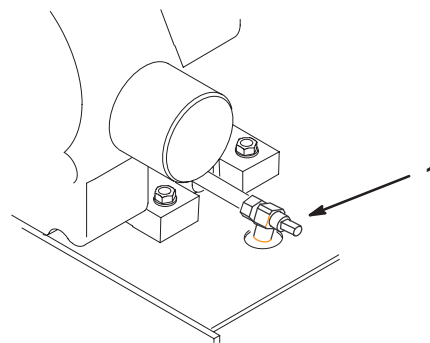

Figure 41
3. Placez un bac de vidange sous l'orifice de vidange. Tournez le robinet de vidange d'huile pour permettre à l'huile de s'écouler (Fig. 41).